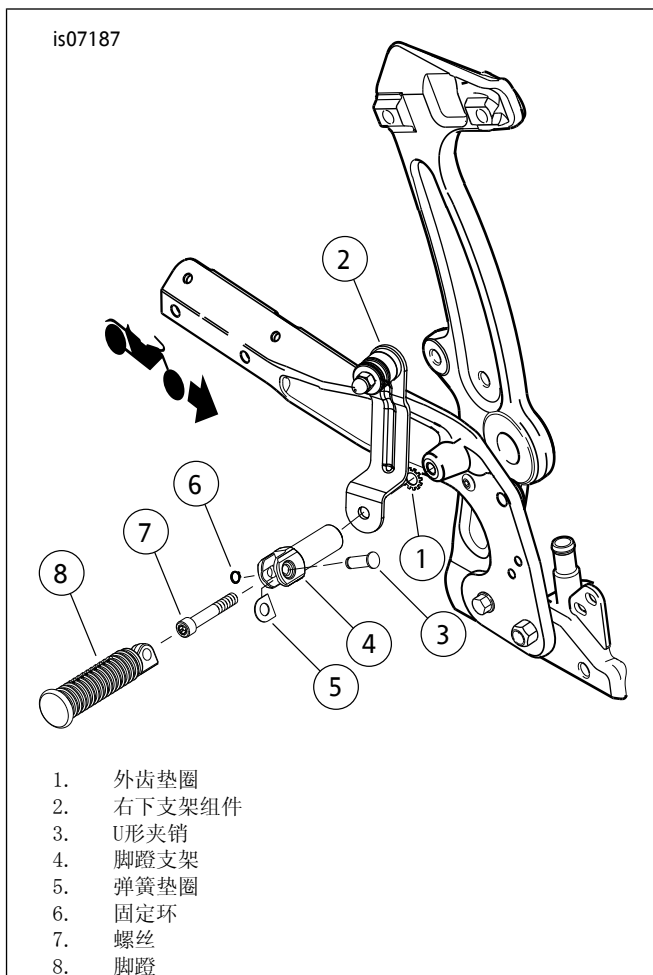
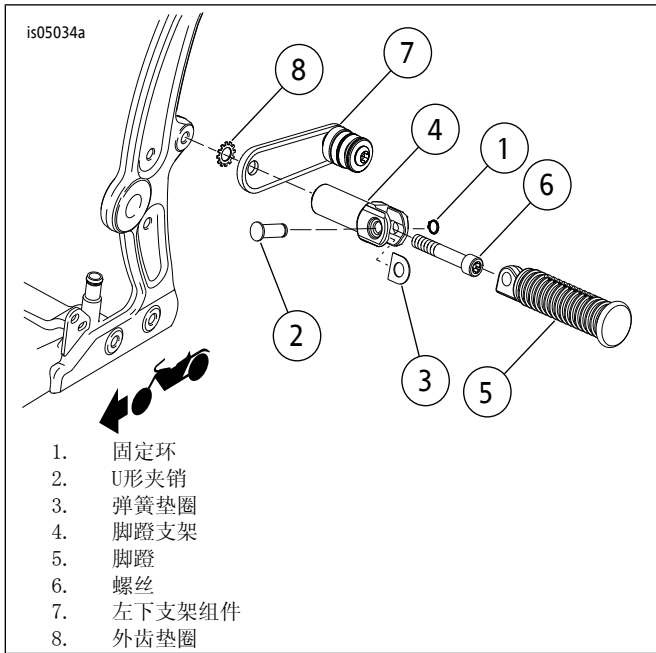

图4. 右下支架组件
图5。左下支架组件
- FXS车型: 参见图4或图5。在摩托车右侧, 拆下乘客脚踏(8)固定环(6)、U形夹销(3)和弹簧垫圈(5)。